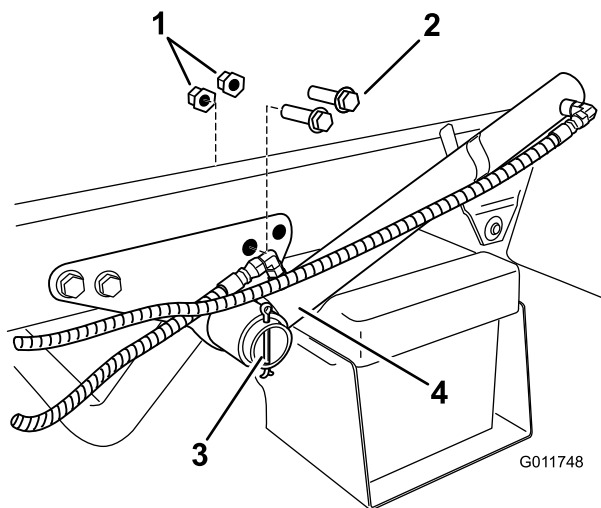

Figura 7
1. Localice y retire los 2 pernos y tuercas con arandela prensada traseros del soporte del cilindro de elevación (Figura 7).